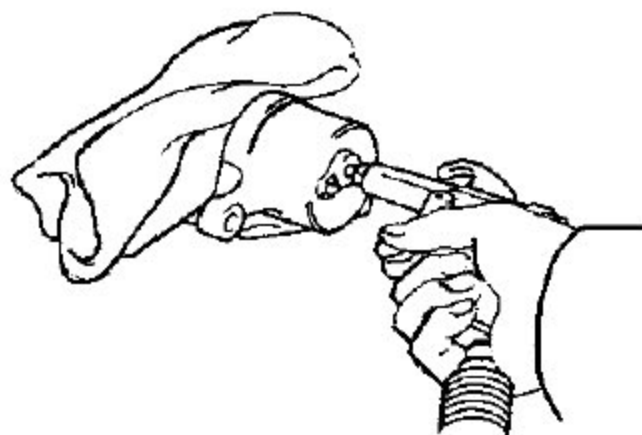

图 3—16
B). 用压缩空气把活塞从制动分泵中吹出，如图 3—16 所示。注意：在吹压缩空气时，手指不要放在活塞前面。